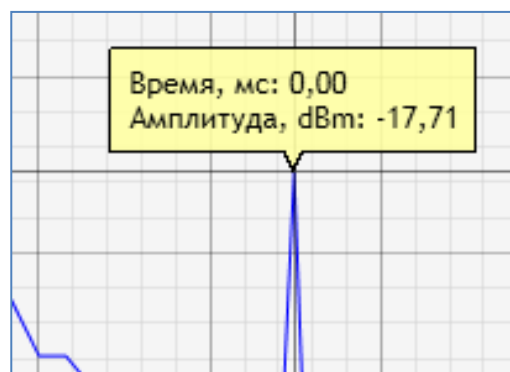

Рисунок 2.33. Отображение значения точки графика
- средняя кнопка – при нажатии показывает значения в конкретной точке (Рисунок 2.33);